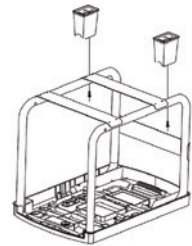

Fig.3
3. Tenez le châssis au moteur avec les 6 vis du châssis (figure 3).